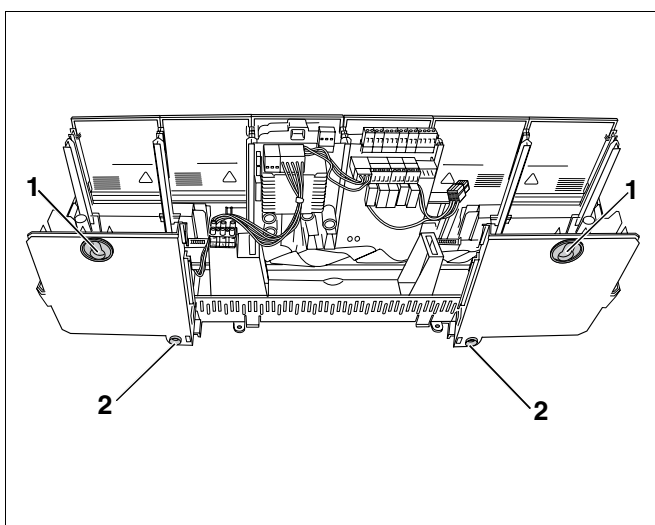

Fig. 3 Parte posteriore dell'apparecchio di regolazione, fissaggi
- Sfondare con il cacciavite entrambi gli occhielli della parte superiore dell'apparecchio di regolazione (fig. 3, **pos. 1**).
- Avvitare in modo sicuro l'apparecchio di regolazione alla parete, con le quattro viti fornite a corredo (fig. 3, **pos. 1 e 2**).